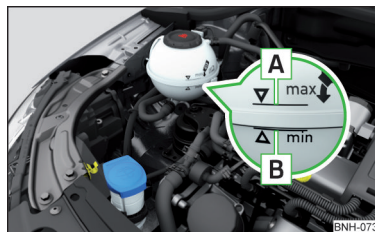

Fig. 234
Verificarea nivelului lichidului de răcire - lichidul de răcire trebuie să se situeze între marcajele **A** și **B** » fig. 234. Dacă nivelul lichidului de răcire se află sub marcajul **B**, completați lichidul de răcire.
Specificația lichidului de răcire este menționată pe vasul de expansiune a lichidului de răcire » fig. 234.
- Nu adăugați lichid de răcire deasupra marcajului **A** » fig. 234. Lichidul de răcire ar putea fi împins din sistemul de răcire, atunci când se încălzește - există pericolul de deteriorare a pieselor din compartimentul motor.